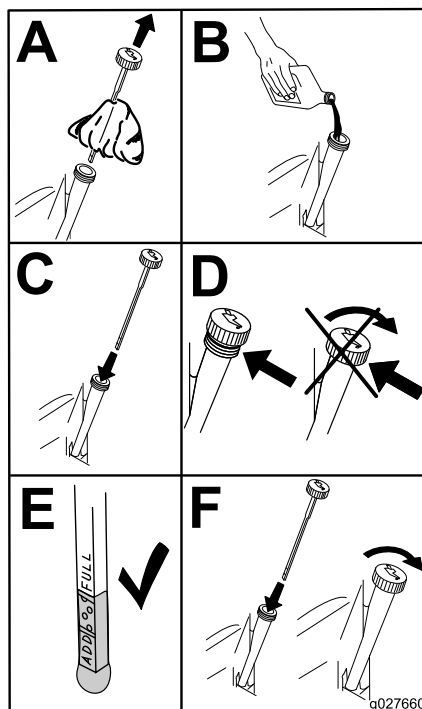

Figura 45
5. Versate lentamente circa l'80% dell'olio indicato nel tubo di rifornimento e sempre con cautela rabboccate l'olio necessario per portarlo alla tacca di **Full (pieno)** (Figura 45).